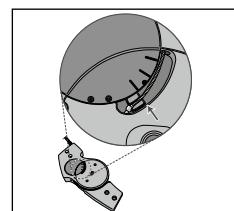

Fig. 5
3. Controleer na het verwijderen van de afdekplaat of de bovenzijde van de hevel (met daarin de satellietkabel) parallel staat met de onderste van de drie streepjes op de functie unit (**zie fig. 5**).
12. Controleer nogmaals de juiste positie (Modus 3) van de hevel in de functie unit het scharnier (**zie fig. 5**).